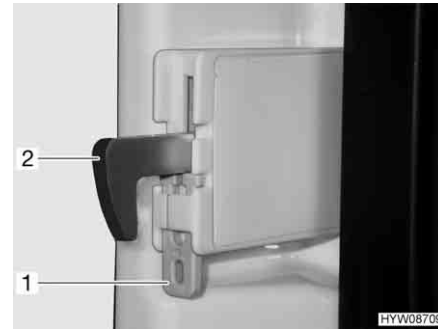

Bild 200 Fixierung Verriegelungshaken
- Die Fixierung (Bild 200,1) nach oben drücken. Der Verriegelungshaken (Bild 200,2) wird nach oben gedrückt und ist außer Funktion.
- Den Verriegelungshaken (Bild 200,2) nach unten drücken. Der Verriegelungshaken ist wieder in Funktion.